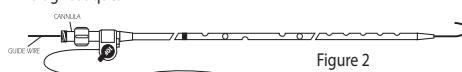

Figure 2
7. Place catheter/cannula assembly over appropriate guide wire and advance into the biliary system. Disconnect stiffening cannula from catheter and continue to advance catheter over guide wire into desired position. The catheter accommodates a 0.038" (0.97mm) wire. See Figure 2. Placement should be confirmed with diagnostic imaging.
- Placer l'assemblage cathéter / canule sur le fil guide correspondant et avancer dans le système biliaire. Déconnecter la canule de renfort du cathéter et continuer à avancer le cathéter sur le fil guide dans la position souhaitée. Le cathéter s'adapte à un fil de 0,038» (0,97 mm). Voir figure 2. Son placement doit être confirmé par une imagerie diagnostique.